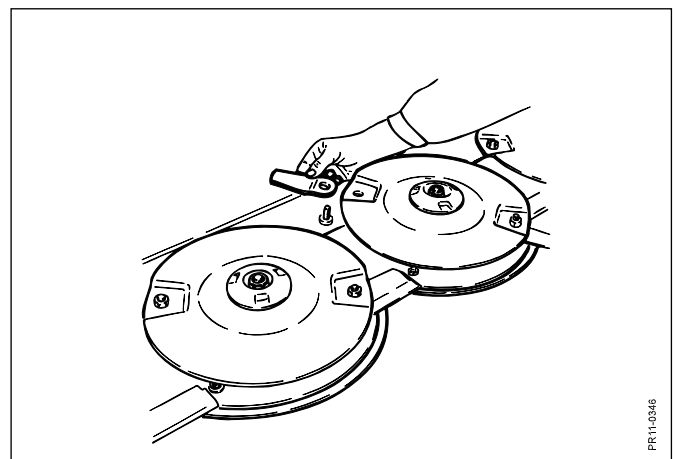

Fig. 5-4
- Fig. 5-4 For at opnå tilfredsstillende afhøstning, er det vigtigt, at knive og modskær er i orden og skarpe. Knivskift foretages ved at afmontere knivbolten og trække denne neden ud af skiven. Dette kan kun ske, når kniven er i bageste stilling. Den gamle kniv fjernes og den nye monteres sammen med knivbolten. Knivene kan bruges på begge sider, ved at man flytter knivene fra én skive til en med modsat omløbsretning.